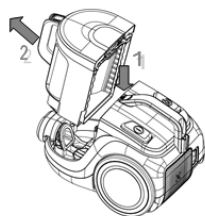

Abb. 2
2. Drücken Sie die Klinke am Körper des Staubsaugers (Abb. 2) und nehmen Sie den Staubbehälter nach oben heraus.
1. Nehmen Sie den Staubbehälter aus dem Körper des Staubsaugers heraus (Abb. 2).